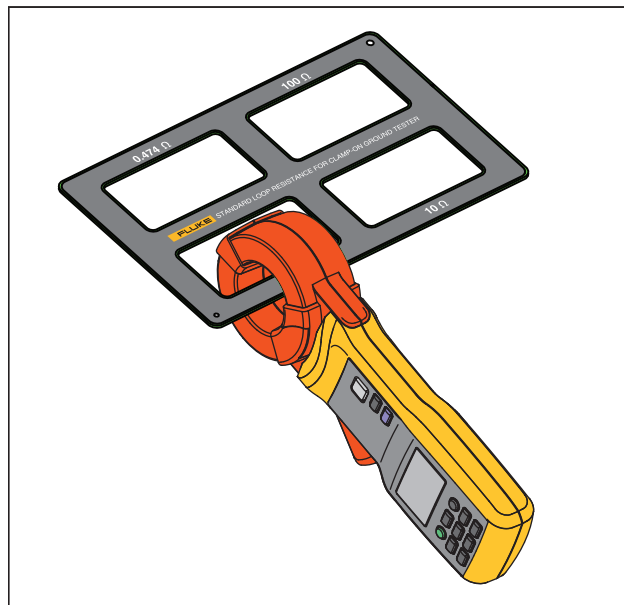

Figure 7. Résistance de boucle standard
1. Positionnez la mâchoire sur la résistance de boucle standard. Voir la Figure 7.